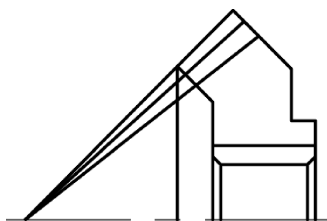

图14-47 绘制倒角
(9) 倒角。单击“默认”选项卡“修改”面板中的“倒角”按钮, 对图中的相应部分进行倒角, 倒角距离为1, 然后单击“默认”选项卡“绘图”面板中的“直线”按钮, 绘制直线, 最后单击“默认”选项卡“修改”面板中的“修剪”按钮, 修剪掉多余的直线, 结果如图14-47所示。